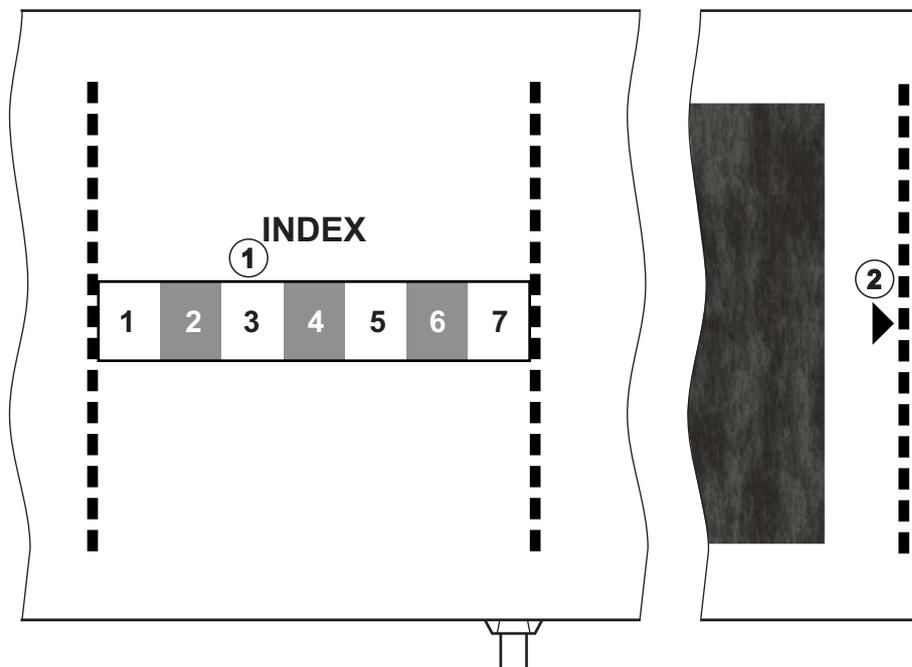

Fig. 11-4 Marcações para o tamanho correto da braçadeira
O tamanho da braçadeira é correto para a circunferência do braço do doente se a linha pontilhada marcada com uma seta (na extremidade da braçadeira, consulte Fig. 11-4, ② ) se situar no intervalo marcado com “INDEX” ( ① ) quando a braçadeira é colocada.